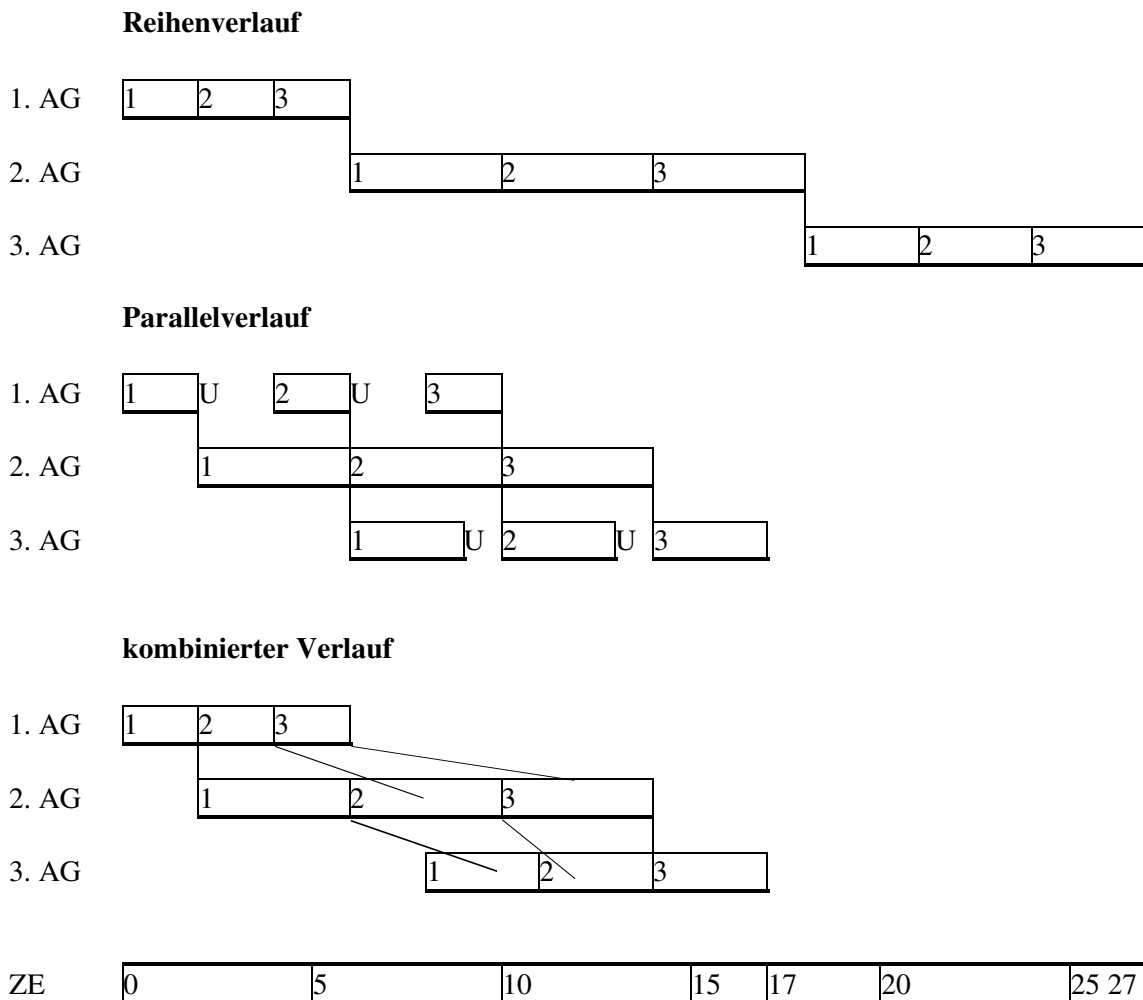

Abbildung 3: Reihenverlauf, Parallelverlauf und kombinierter Verlauf der Fertigung, Quelle: Darstellung des Urautors
Die Grundformen basieren auf den technologischen Abläufen des Fertigungsprozesses und kennzeichnen die Art und Weise der zeitlichen Koordinierung der notwendigen Arbeitsgänge. Die verschiedenen Grundformen des Reihen-, des Parallelverlaufes und des kombinierten Verlaufes der Fertigung werden anhand eines Beispiels in der nachstehenden Abbildung 3 erläutert:
Am Beispiel in Abb. 3 ist dargestellt, dass der Arbeitsgang 1 erst für alle drei Werkstoffe durchgeführt wird, dann die Weitergabe zum Arbeitsgang 2 erfolgt und dieser an allen drei Teilen vollzogen wird, bevor das Los zum Arbeitsgang 3 weitergegeben und dort fertig bearbeitet wird.
Im Beispiel der Abb. 3 wird das erste Teil nach dem Arbeitsgang 1 sofort zur weiteren Bearbeitung an den Arbeitsgang 2 gegeben und danach sofort an den Arbeitsgang 3. **Weil der Arbeitsgang 1 kürzer als der Arbeitsgang 2 ist, entstehen Warte- und Stillstandszeiten (U)**, bevor der Arbeitsgang 1 für das zweite bzw. dritte Teil begonnen wird. Auch beim Arbeitsgang 3 sind Warte- und Stillstandszeiten zu verzeichnen, weil er kürzer als der 2. Arbeitsgang ist.
Beim Beispiel in der Abb. 3 wird das erste Teil nach Bearbeitung im Arbeitsgang 1 sofort an den Arbeitsgang 2 übergeben. Die nächsten beiden Teile werden unmittelbar danach im Arbeitsgang 1 bearbeitet, aber erst nach Abschluss des vorherigen im Arbeitsgang 2 an diesen weitergegeben.